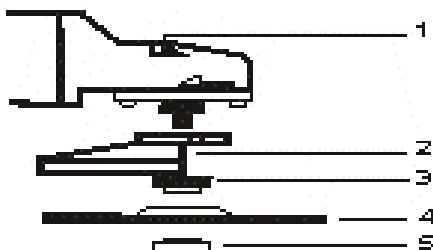

рис. 2
- установить защитный кожух (рис.2 поз.2). Защитный кожух диска необходимо устанавливать на инструмент таким образом, чтобы закрытая сторона кожуха всегда находилась по направлению к оператору, для изменения положения защитного кожуха необходимо ослабить фиксирующий зажим и гайку, расположенные на боковой окружности защитного кожуха и повернуть кожух в необходимое положение вокруг своей оси;
Выберите круг (рис.2 поз.4), для предполагаемого вида работы.
Для монтажа рабочего круга (рис.2 поз.4) отключите от сети штепсельную вилку шлифмашины. Установите фланец опорный (рис.2 поз.3) на шпиндель,
совместив параллельные грани фланца с профильной частью шпинделя. Зафиксировав шпиндель нажатием кнопки (рис.2 поз 1) механизма стопора, установите круг в соответствие с рис.2. Для закручивания зажимного фланца (рис.2 поз.5) используйте ключ, имеющийся в комплекте поставки, закрутите прижимной фланец по направлению движения часовой стрелки. Не прилагайте чрезмерного усилия при затяжке. Проверьте вращение шпинделя с кругом (вращение должно быть свободным).
В случае затруднения демонтажа рабочего круга, во избежание поломки стопора (рис.2 поз.1), используйте гаечный ключ для удержания шпинделя шлифмашины.